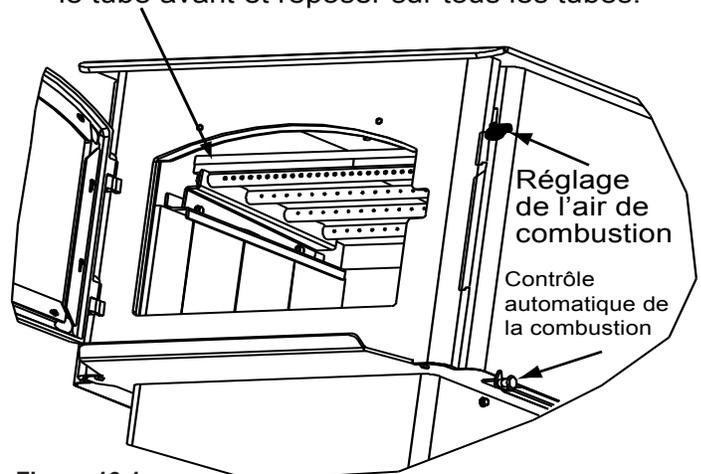

Figure 13.1
1. Vérifiez que la position du déflecteur est correcte. Il doit affleurer le tube avant et reposer sur tous les tubes (**Figure 13.1 et 13.2**).